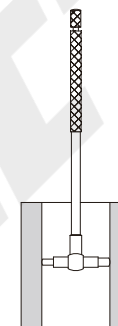
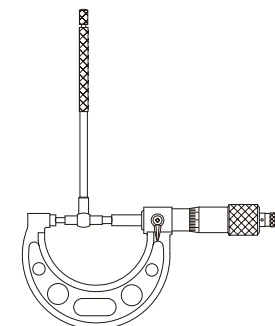

Fig. 1
Fig. 2
---Selecione o tamanho adequado do calibrador telescópico, gire o parafuso de travamento no sentido anti-horário, pressione a sonda para retrain o tee e, em seguida, gire o parafuso de travamento no sentido horário, introduza o calibrador telescópico no furo ou ranhura a ser medido (Fig. 1), gire o parafuso de travamento no sentido anti-horário, a sonda telescópica toca a parede do furo ou ranhura e, em seguida, gire o parafuso de travamento no sentido horário, remova o calibrador e, em seguida, use um paquímetro ou micrômetro para medir as dimensões entre as superfícies de medição de duas sondas telescópicas (Fig. 2), ou seja, o furo. Diâmetro interno ou largura da ranhura